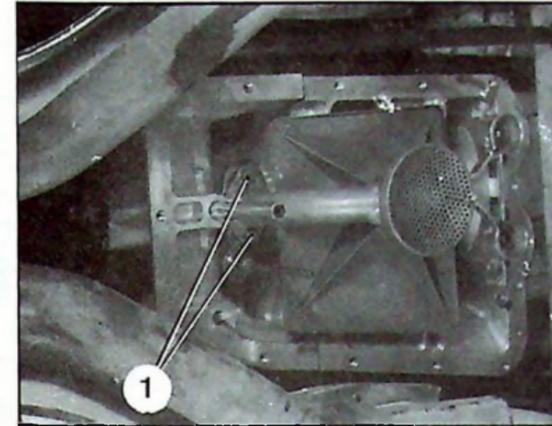

Figure 1
- Déposer les deux vis (1) de fixation du tube d'aspiration ( figure 1 ).